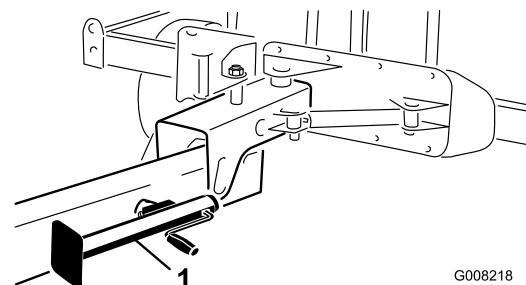

Figura 24
8. Abbassate il cavalletto a terra per stabilizzare la macchina Figura 24).